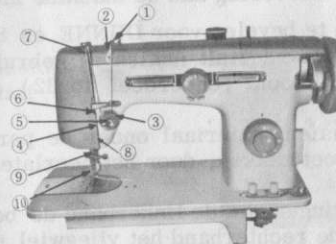

Fig. 7
1. Voer de draad dan door de beide draadgeleiders 1 en 2 (fig. 7).
Voor gewone stoffen moet de spanning van boven en benedendraad even groot zijn. De spanning van de bovendraad wordt geregeld door te draaien aan de spanningsknop (No. 3 op Fig. 7).